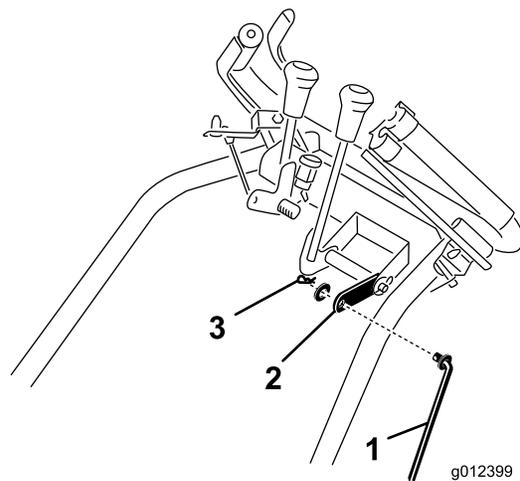

Figura 5
5. Inserite l'estremità superiore dell'asta del cambio nel foro presente sulla bielletta del cambio (Figura 5). Fissate l'estremità dell'asta alla bielletta con la rondella e la coppiglia a forcina rimosse in precedenza.